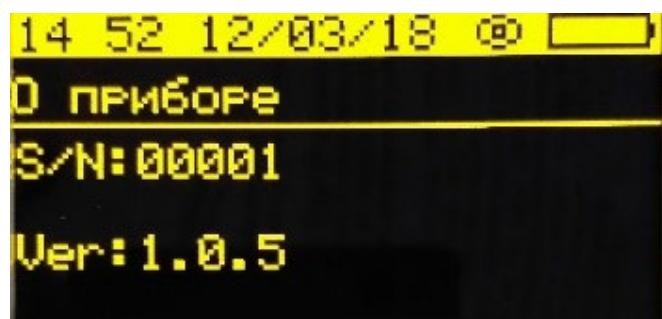

Рисунок 12. Настройки. О приборе
6.6.6. «О приборе» (Рисунок 12). На дисплей выводится серийный номер СТ и номер версии программного обеспечения, установленного на данном устройстве.